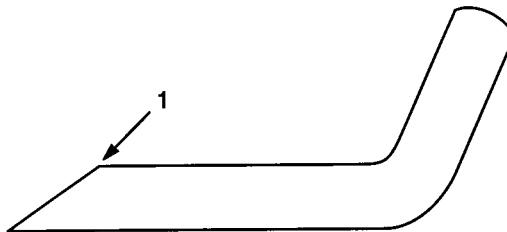

Figure 18
- Examiner l'état des tranchants de toutes les lames. Les affûter s'ils sont émoussés ou ébréchés. Affûter seulement la face supérieure du tranchant et conserver l'angle de coupe d'origine pour obtenir une coupe nette (Fig. 18). La lame reste équilibrée si les deux tranchants sont affûtés de la même manière.